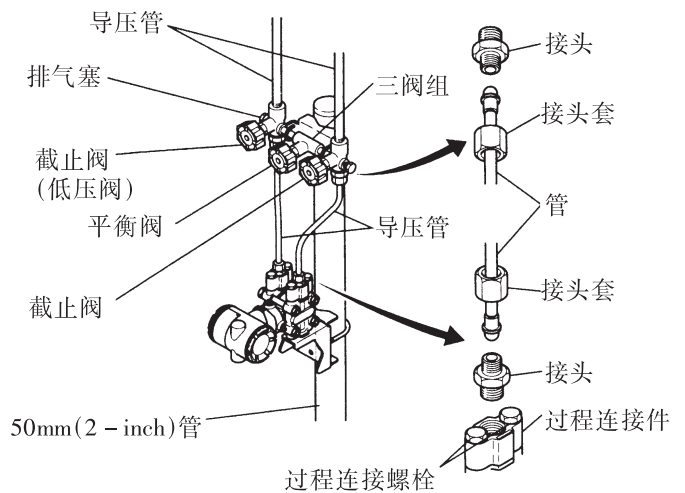

图 5.1.1b 三阀组(配管型)
■配管型(图 5.1.1b)
①在变送器一侧的三阀组多支管接口接口及连接过程接头的导压管接口内旋入双头螺栓。(为了确保密封，请在双头螺栓的螺纹部缠上胶带。)
②用 U 型螺栓把三阀组本体上的安装托架安